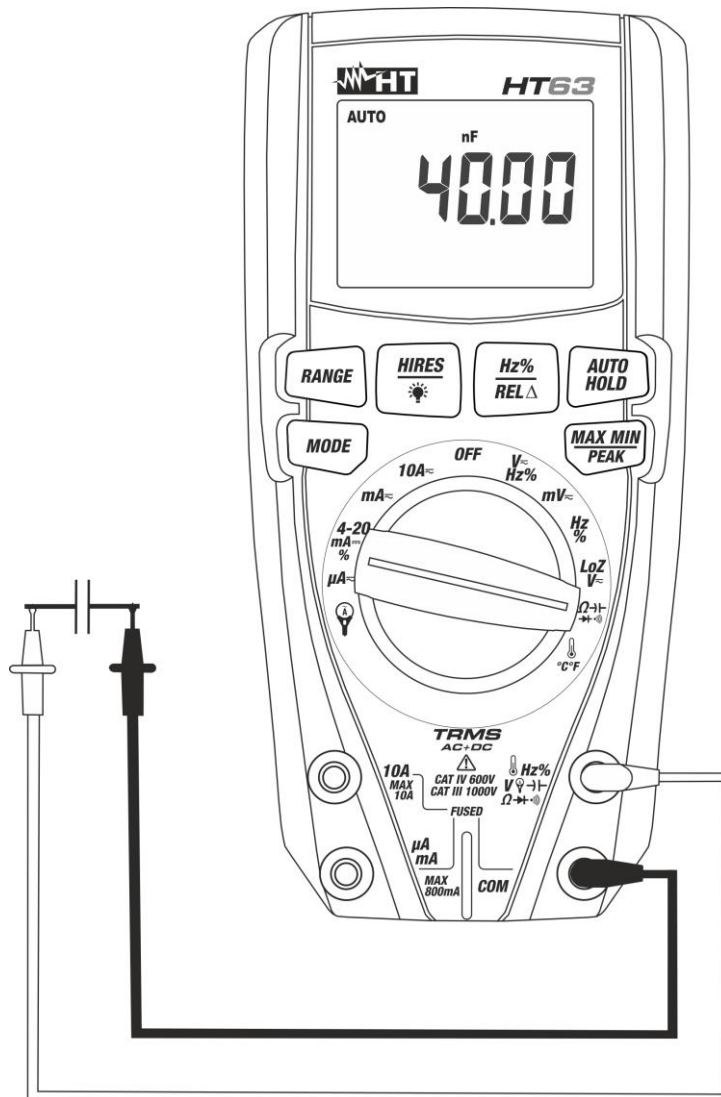

Fig. 8: Uso do instrumento para a medição de Capacidades
5. Colocar as ponteiros nas extremidades do condensador em exame respeitando eventualmente as polaridades positivas (cabo vermelho) e negativas (cabo preto) (ver Fig. 8). O valor da capacidade é apresentado no display. A barra gráfica não está ativa nesta função.